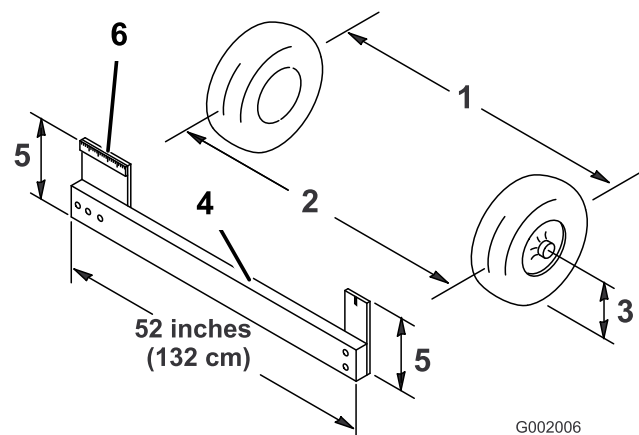

Figure 51
- Mesurez la distance entre les roues avant à hauteur d'essieu, à l'avant et à l'arrière des roues (Figure 51).
Remarque: Vous aurez besoin d'un gabarit ou d'un contrôleur d'alignement pour mesurer précisément l'arrière des roues avant à hauteur d'essieu. Utilisez le même gabarit ou contrôleur d'alignement pour mesurer précisément l'avant des roues avant à hauteur d'essieu (Figure 51).